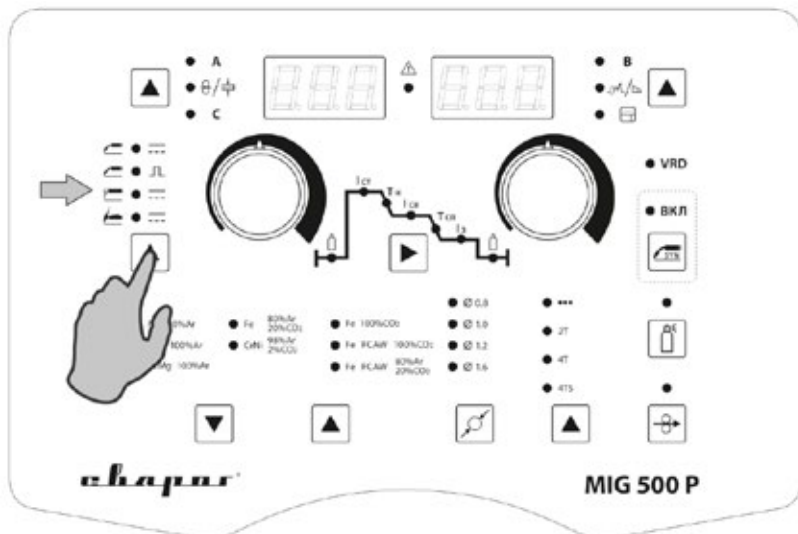

Рис. 10.1.1. Выбор способа сварки.
1. Перейдите в режим ММА (См. табл. 7.0.2, поз. 16, п. 4) на передней панели сварочного аппарата (См. рис. 10.1.1).